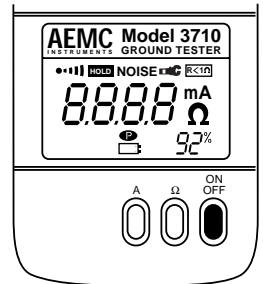

Fig. 5
- Estado de la carga de la batería (El símbolo de la batería parpadea y el 0-100% tambien) (fig.5)